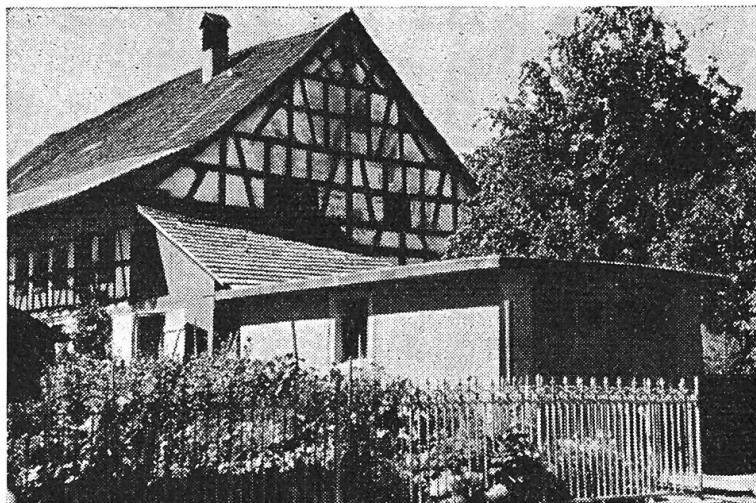

Fig. 1
3. Un garage attenant ne présente pour ainsi dire que des désavantages. Sa construction exige l'emploi de matériaux résistant au feu, lesquels coûtent cher. Il faut en outre un plafond et un plancher. De telles constructions constituent de vraies «excroissances» et sont en général inesthétiques, comme elles sont un obstacle à la circulation et gênent la vue (fig. 1).